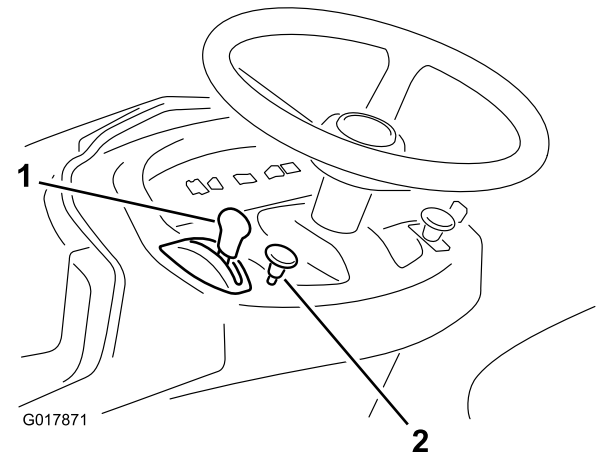

Bild 9
5. Ziehen Sie das Chokehandrad heraus, wenn Sie einen kalten Motor anlassen (Bild 9).
6. Drehen Sie den Zündschlüssel nach rechts und halten ihn auf Start (Bild 9).
7. Schieben Sie den Gasbedienungshebel langsam auf Schnell (Hase) (Bild 9), sobald der Motor angesprungen ist.
1. Stellen Sie den Gasbedienungshebel auf Langsam (Bild 9).
2. Drehen Sie den Zündschlüssel auf die Aus-Stellung (Bild 9).